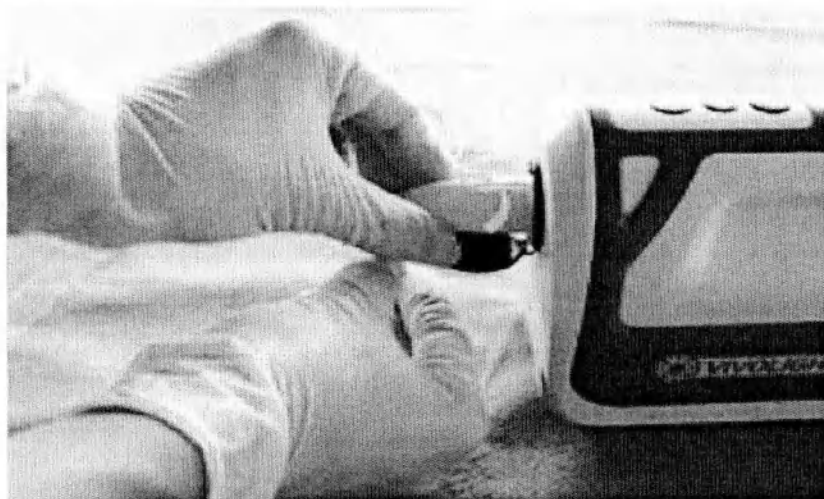

Рисунок 22
5. Извлечение визуализирующего катетера (рисунок 22)